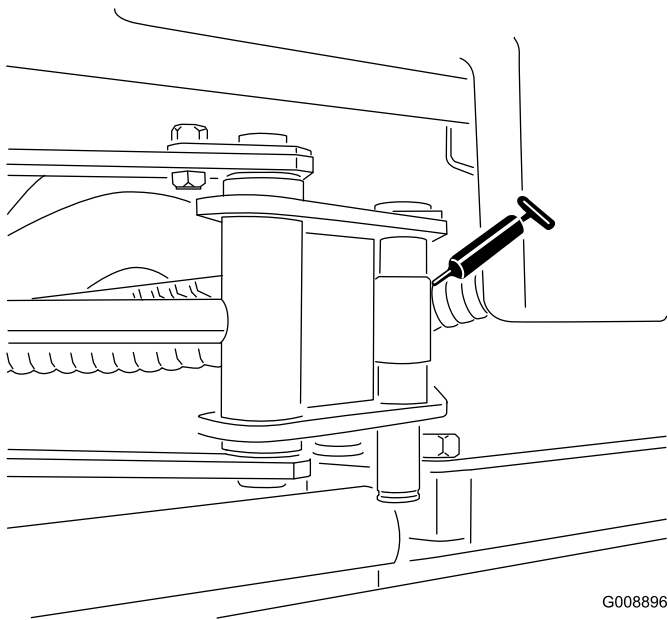

Figura 35
- Extremos de los cilindros del SideWinder (2) (Figura 35)